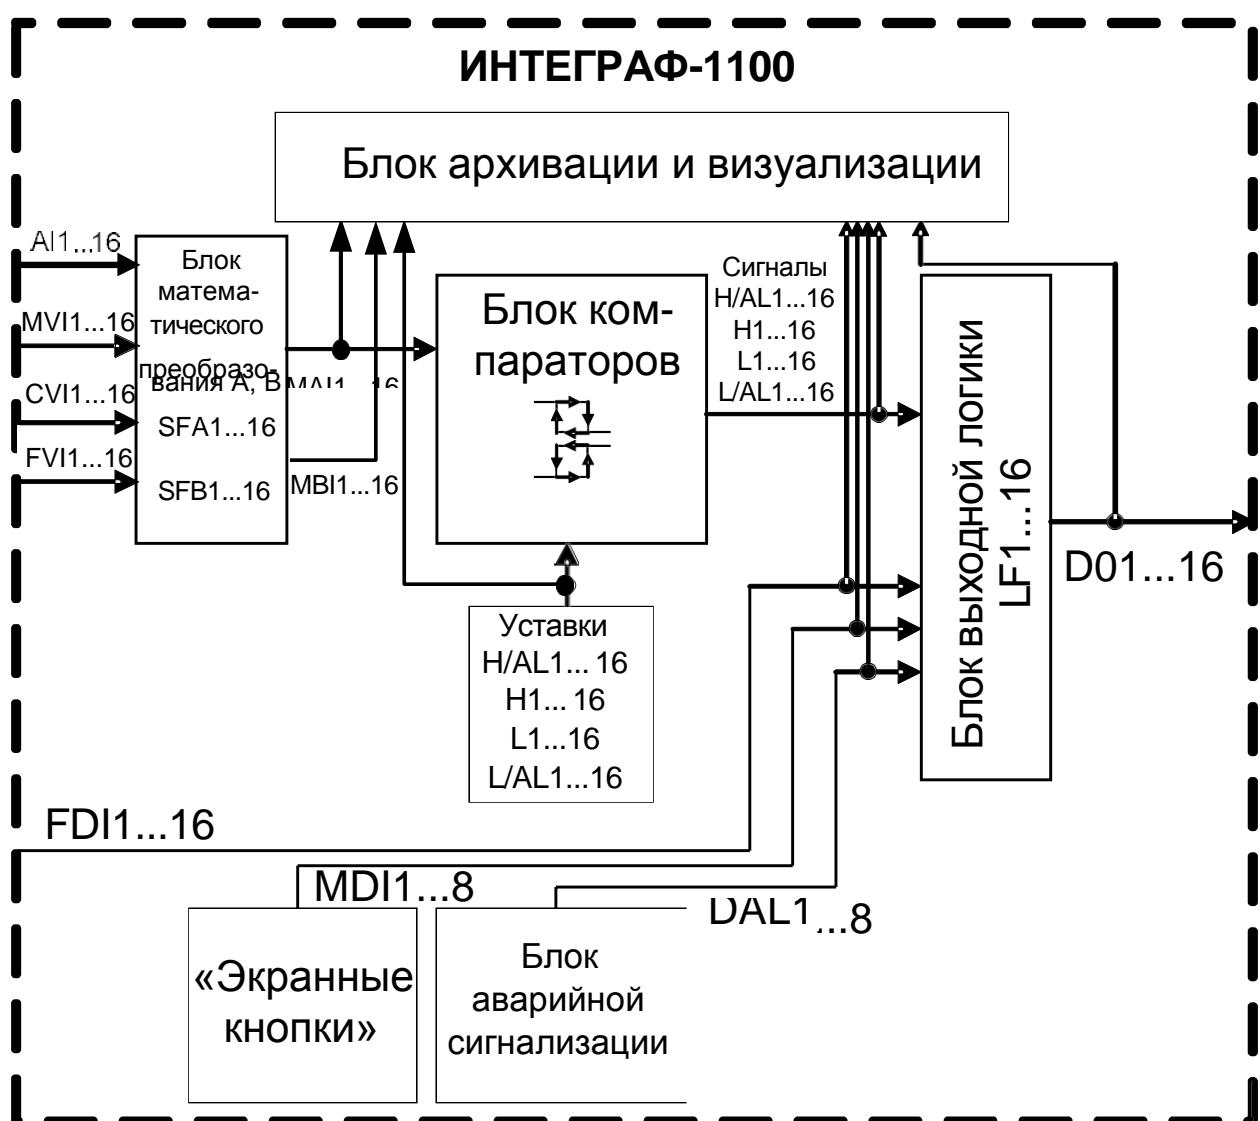

Рисунок 2 – Функциональная структура ИВК ИНТЕГРАФ-1100
Значения аналоговых сигналов (MV), сигналов тахометров (FV), счётчиков (CV) подвергаются математической обработке и преобразуются в измеренные сигналы MA и MB.(см. рисунок 2)